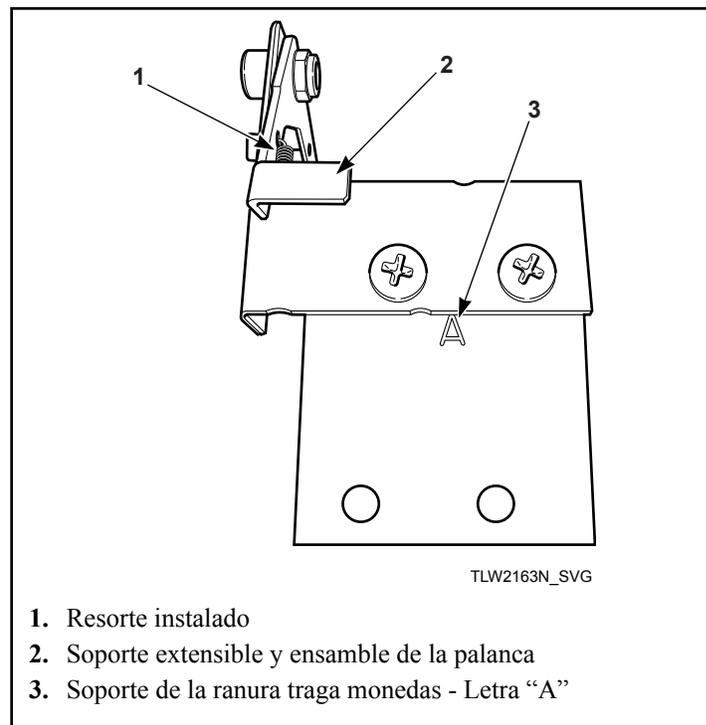

Figura 15
5. Instale el soporte extensible y el ensamble de la palanca sobre el soporte de la ranura traga monedas utilizando dos tornillos y contratuercas. Consulte *Figura 15*.
IMPORTANTE: Instale el soporte de la ranura traga monedas con el lado "A" hacia arriba y hacia el soporte extensible y el ensamble de la palanca. Consulte *Figura 15*.